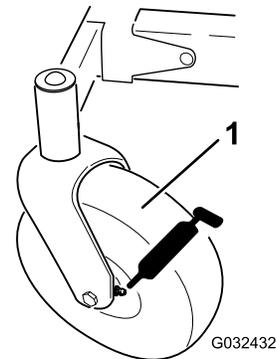

Figura 32
3. Limpie los engrasadores (Figura 32) con un trapo.
4. Conecte una pistola de engrasar a cada engrasador (Figura 32).